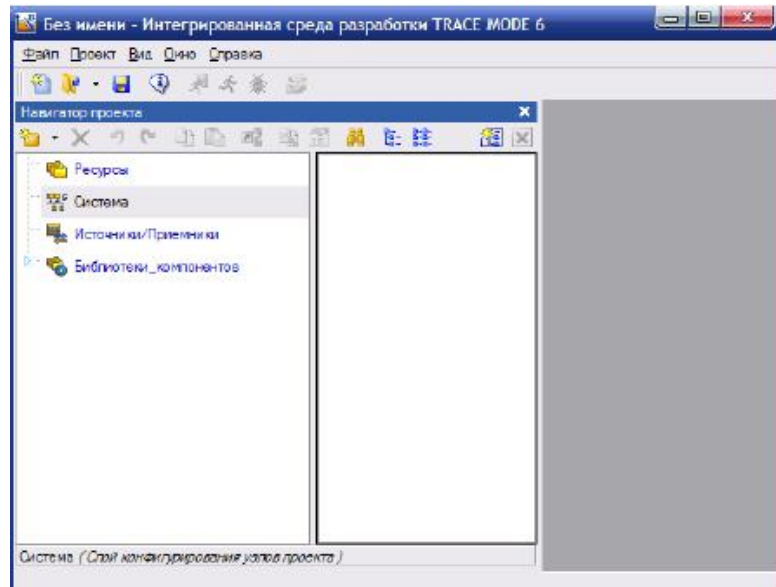

Рис. 1.1 Новый проект Trace Mode
1. **Створення проекту Trace Mode.** Запустіть програму Trace Mode 6 (файл tmdevenv.exe). Для створення нового проекту клацніть лівою клавішею миші на іконці  або на рядку **Новий** в меню **Файл**. Створений проект прийме вигляд, зображений на рис. 1.1. За відсутності навігатора проекту клацніть лівою клавішею миші на рядку **Навігатор проекту** меню **Вид**. Збережіть створений проект, клацнувши лівою клавішею миші на іконці  або на рядку **Зберегти** або **Зберегти**, як у меню **Файл**.